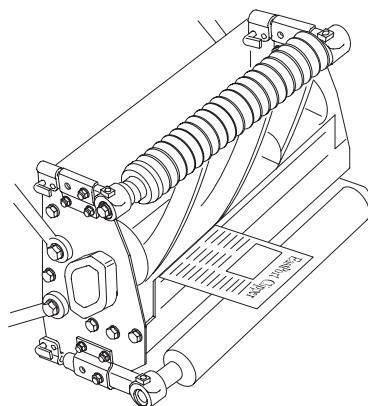

図4
2. カッティングユニットを立てる（図4）。このとき、ベッドナイフ調整ノブが台に触れているとベッドナイフの位置が狂うので、ノブを浮かせる。フレームの丸パイプに角材などをかますと良い。
4. リールの一端部で、ベッドナイフとの間に乾いた新聞紙片を差し入れ（図4）、手でリールをゆっくり回す。新聞紙がきれいに切れなければいけない。同じことをリールの他端でも行う。きれいに切れない場合は、調整ノブを1ノッチずつ、最高2ノッチまで締めてみる。これで紙片がきれいに切れるようになればよい。切れない場合は次の手順に進む。